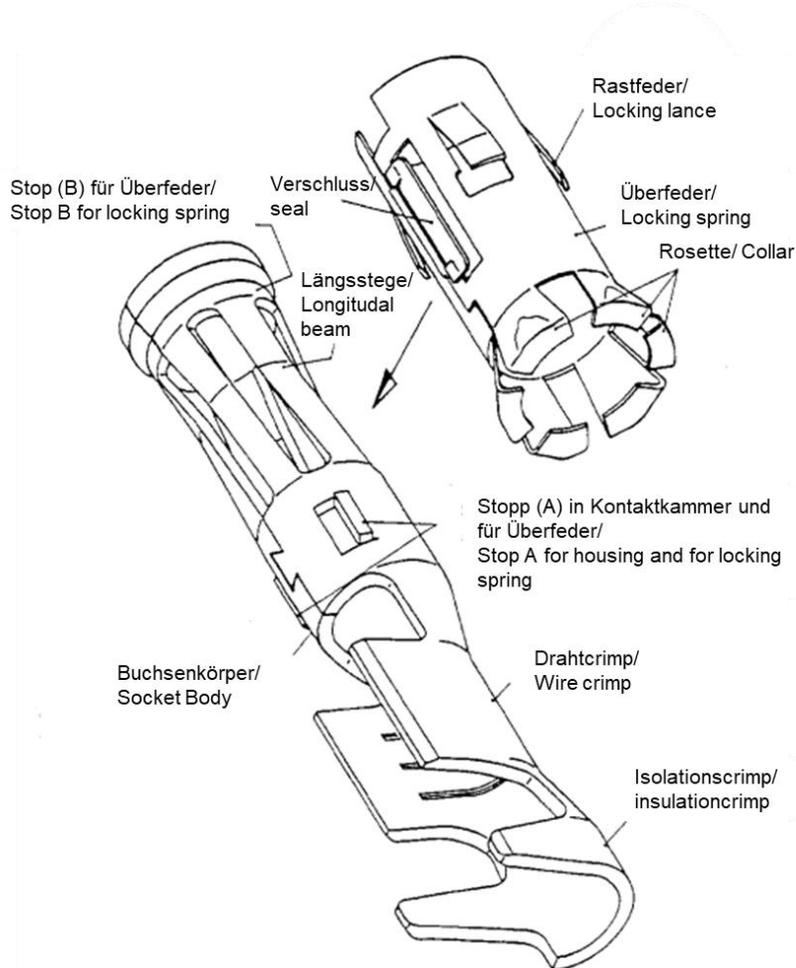

Abbildung 2 / Figure 2
3.1.2 Kontaktbuchse (siehe Abb. 2)
3.1.2 Socket Contact (see Fig. 2)